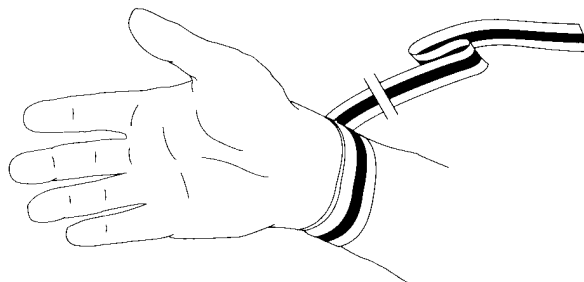

Рисунок 27 – Вид руки с антистатическим браслетом
- обернуть заземляющую полосу дважды вокруг запястья (см. рисунок 27). Необходимо убедиться, что липкая сторона полосы прилегает к коже;